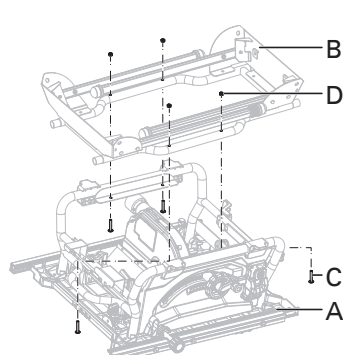

Fig. 2a
ASSEMBLER LE SOCLE (Fig. 2a-2e)
- Placer l'ensemble de la scie circulaire à table (A) à l'envers sur le matériau protecteur.
- Fixer l'ensemble du socle (B) à l'ensemble de la scie circulaire à table (A) avec quatre vis à tête plate arrondie M8 x 45 (C) et quatre écrous de blocage M8 (D) (deux trous sur la planche latérale de l'ensemble du socle située sur le rangement de la clé pour lame). (Fig. 2a)